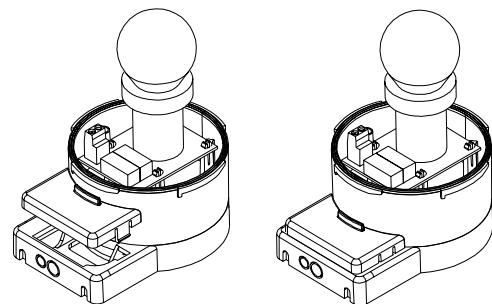

Fig. 8
- 11- Posizionare il supporto antenna come in Fig. 8.
- 11- Position the antenna support as in Fig. 8.